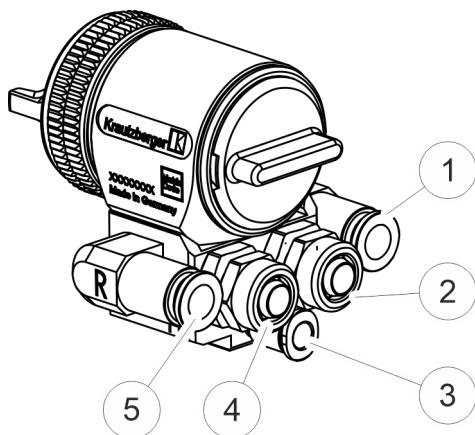

Fig. 4: Collegamento della pistola a spruzzo automatica
- 1.** Collegare il tubo del materiale al raccordo (Fig. 4/4).
- 2.** Collegare l'aria getto piatto all'ingresso "F" (Fig. 4/1).
- 3.** Collegare l'aria getto circolare all'ingresso "R" (Fig. 4/5).
- 4.** Collegare l'aria di controllo al raccordo "St" (Fig. 4/3).
- 5.** Nell'esecuzione con raccordo di ricircolo collegare la seconda tubazione del materiale al rispettivo raccordo (Fig. 4/2).